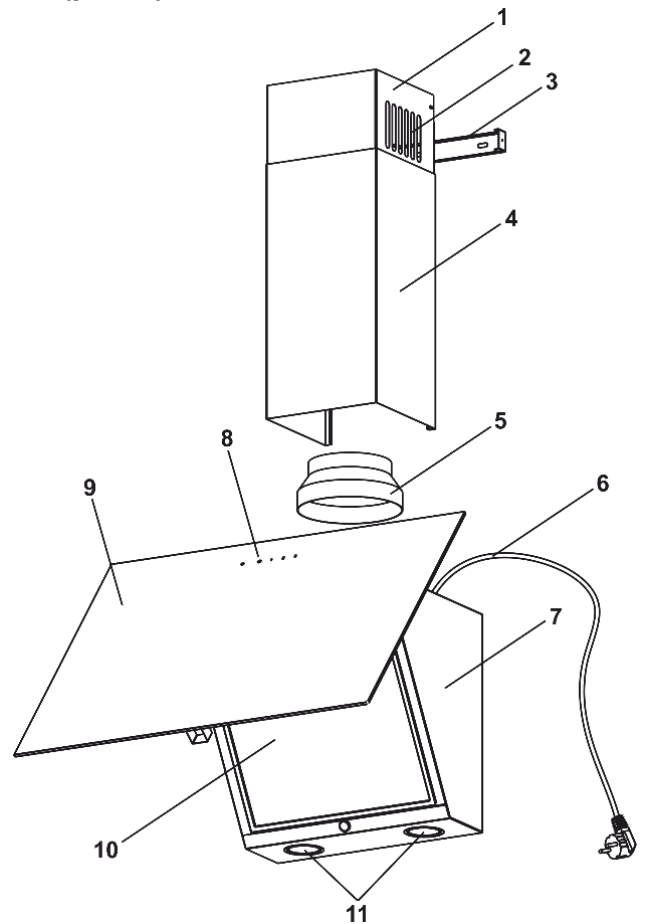

Рис.3
5.3 Витяжка складається з наступних складових частин (рис.3):